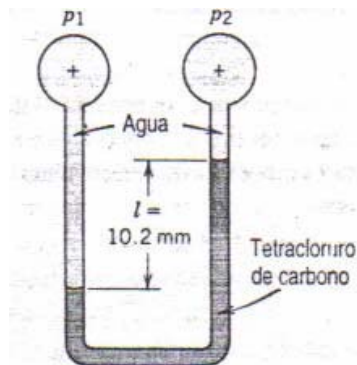

Figura 2
**P3.** Considere el manómetro de dos fluidos mostrado (figura 2). Calcule la diferencia de presión aplicada.